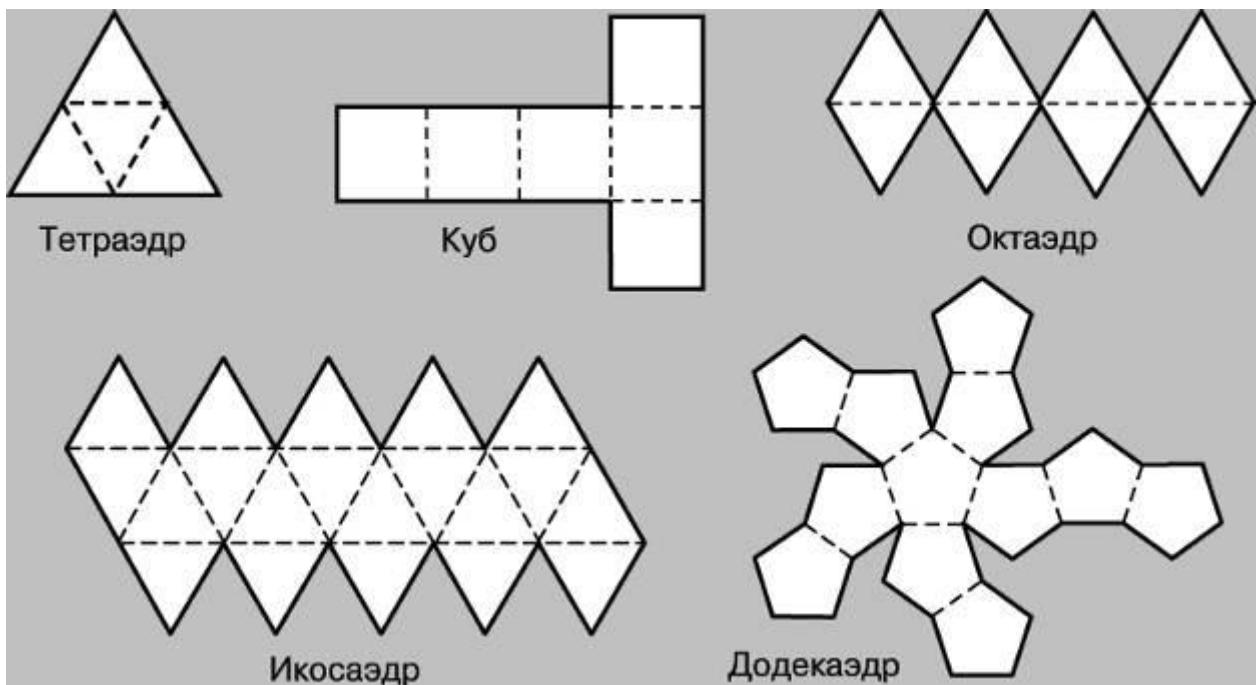

Рисунок 18 – Примеры развёрток тел для самостоятельной работы
**2. Задания для самостоятельного решения:** Изготовьте модели правильных многогранников по их разверткам рис. 18: